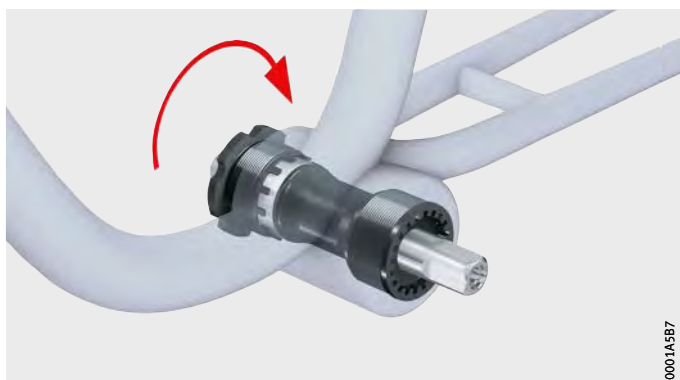

Bild 4
Schrauben Sie das Innenlagergehäuse Kettenblattseite (LH) mit der Innenlagereinheit leicht in den Rahmen ein. Das Einschrauben erfolgt entgegen dem Uhrzeigersinn, *Bild 4*.